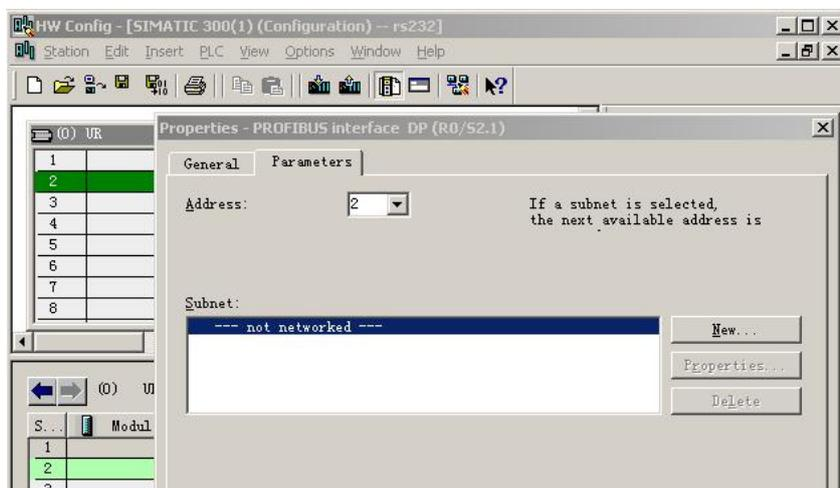

图 7
- (6) Option→Update Catalog 点击。将 PB-B-RS232/485/V35 设备 GSD 文件加入设备 Catalog 中。
- (7) 配置机架：Hardwear Catalog\SIMATIC 300\RACK-300\Rail 双击。
- (8) 配置 CPU：点中机架 UR 2 槽→Hardwear Catalog\SIMATIC 300\CPU-300\CPU 315-2 DP\6ES7 315-2AF03-0AB0(本例) 双击，见图 7。